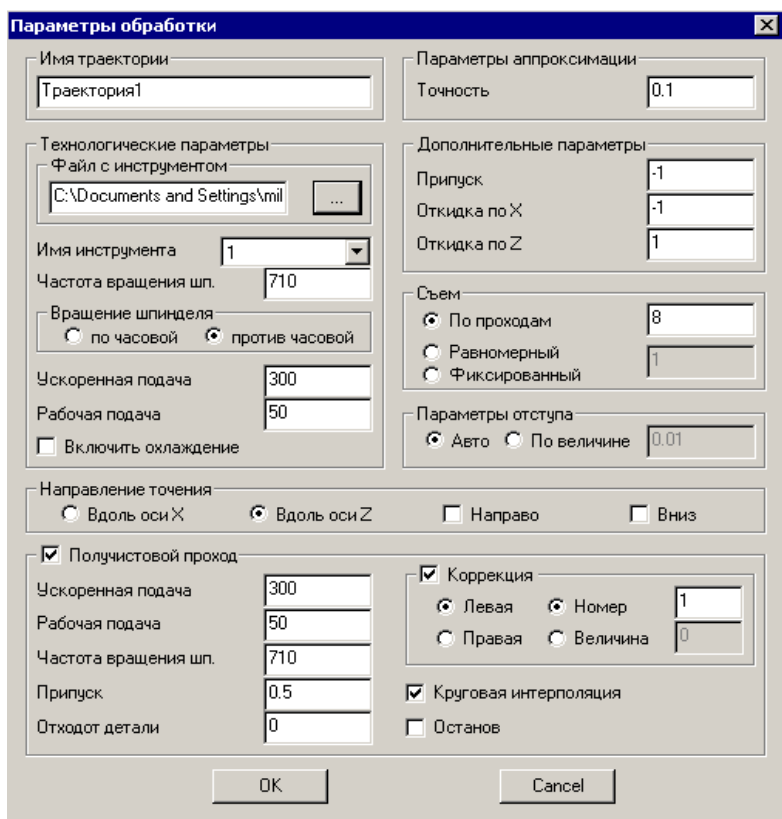

Рис. 94. Окно редактора траекторий
**обработка»** , далее опция ). После выбранного вида обработки пользователю необходимо последовательно указать два пути. Сначала указывается контур детали, который необходимо получить, а затем указывается исходный контур заготовки, с которой будет удаляться припуск. Второй путь система запросит сама и его необходимо указать с помощью дополнительной панели, появившейся после указания 1-го пути (верхняя кнопка ) После указания обрабатываемого участка, пользователь в появившемся окне задает все необходимые параметры обработки (рис. 94).